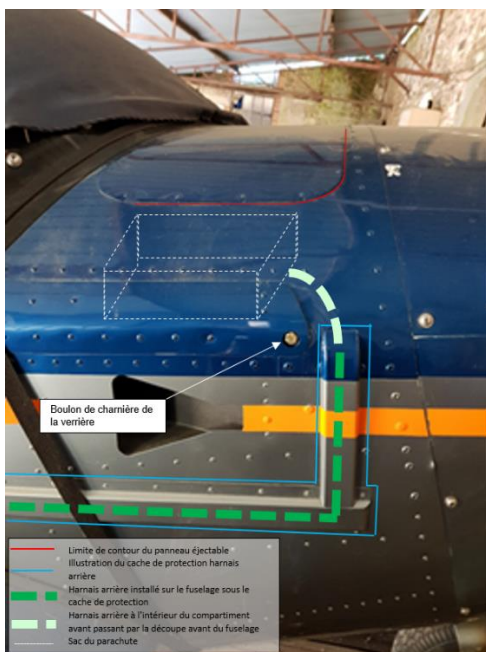

Figure 4: installation incorrecte
La Figure 4 ci-contre illustre le trajet anormal du harnais arrière vers l'intérieur du compartiment du parachute rencontré sur les installations effectuées par CZAW. Le harnais arrière pénètre dans le compartiment du parachute de secours via une découpe effectuée dans le revêtement riveté du fuselage située au niveau du boulon de la charnière de la verrière². Cette installation retient le harnais captif sous la structure avant du fuselage du compartiment du parachute et donne lieu à un harnais incapable de se déployer librement au-dessus de l'habitacle lorsque le système est activé.
- De contacter soit le constructeur de l'avion³, soit le constructeur du système de parachute de secours, ou un spécialiste de ce type d'équipement afin **d'effectuer une réinstallation conforme du système** si l'installation observée sur l'appareil est similaire à l'illustration de la Figure 4. Ces démarches sont également recommandées en cas de tout doute éventuel concernant l'installation trouvée sur l'avion;